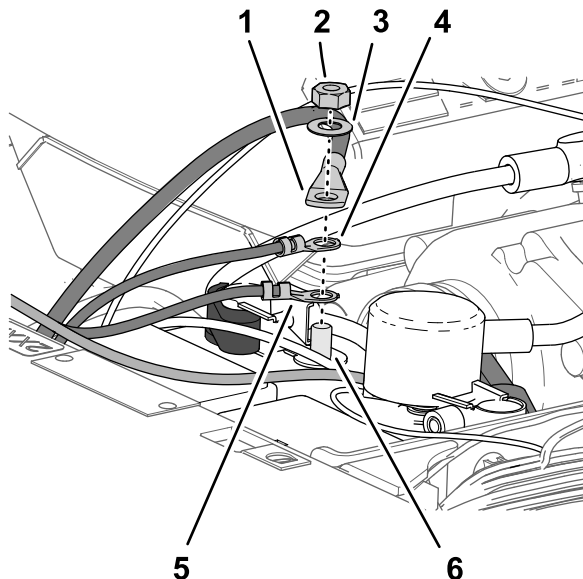

Figure 212
5. Assemblez les cosses des fils et câbles ci-après sur le tenon fileté de la borne négative de la batterie (Figure 212) dans l'ordre suivant :